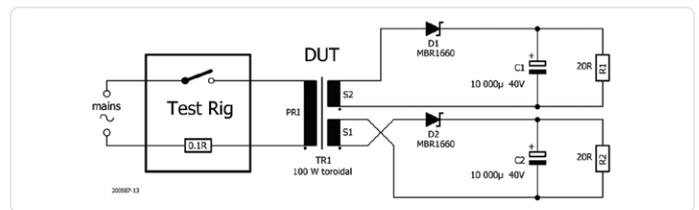

Bild 10. Die für die symmetrischen Lastversuche verwendete Schaltung. Bei den asymmetrischen Lastversuchen wurde jeweils nur eine Sekundärseite belastet.
In den folgenden Experimenten wird die Schaltung aus Bild 10 verwendet, wobei jedoch jeweils nur eine Sekundärseite belastet wird. Jeder Versuch wurde zweimal durchgeführt, einmal mit der Last an S1 (A) und dann mit der umgekehrten Last an S2 (B). Die Ausgangsbedingungen waren die gleichen wie bei den entsprechenden Experimenten mit symmetrischer Belastung.
des Transformators wurde ein Einweggleichrichter angeschlossen. Im Vergleich zur ersten Wicklung sind die Anschlüsse der zweiten Wicklung vertauscht, was zu einer gleichmäßigen magnetischen Belastung des Transformators führt, wie es bei einem Vollwellgleichrichter der Fall wäre. Jede Diode ist mit einem 100-W-Widerstand von 20Ω und einem parallelen $10.000\text{-}\mu\text{F}$ -Elektrolytkondensator verbunden (Bild 10).